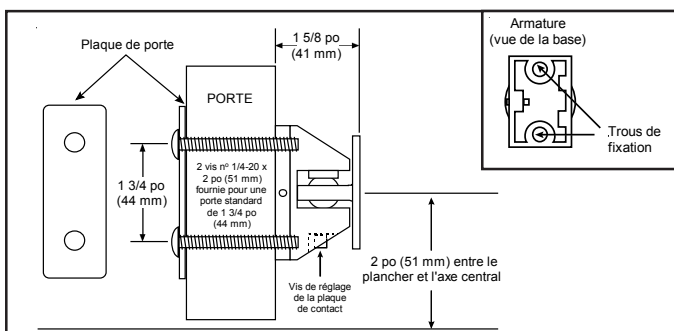

Figure 5. Fixation par boulons traversants
- Au moyen d'une clé hexagonale de 5/32 po, tournez vers la gauche la vis de réglage de la plaque de contact pour desserrer celle-ci. (Fig. 5 et 6).
- Fixation par boulons traversants (Fig. 5).** Marquez au pointeau le centre des deux trous (aux endroits marqués à l'étape 3) et percez un trou de 5/16 po de diamètre au travers de la porte. La distance entre les deux centres devrait être de 1-3/4 po.
La vis de réglage de la plaque de contact étant dirigée vers le bas, fixez l'armature sur la porte comme illustrée sur la Fig. 5 au moyen de deux vis n° 1/4-20 x 2 po (fournies).